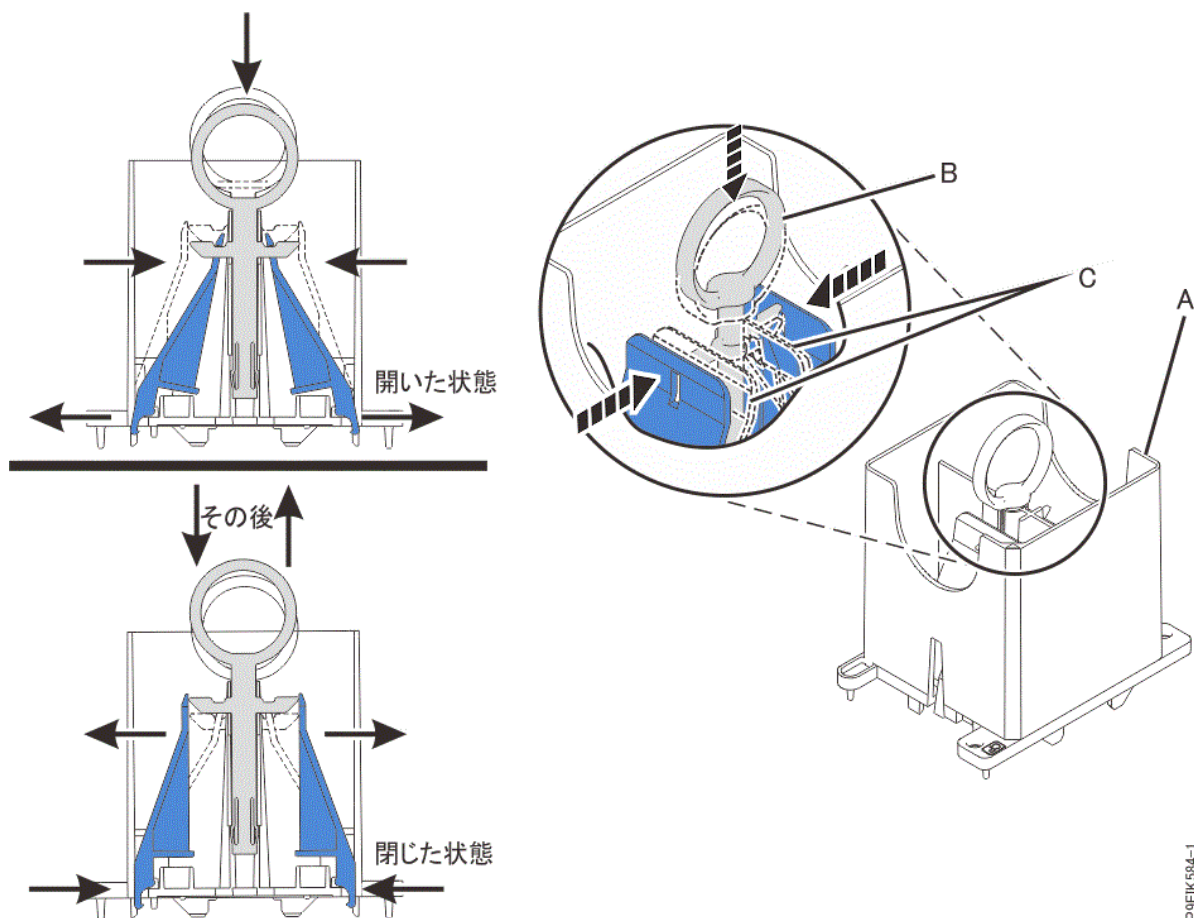

図 8. 取り出しツールがオープン位置にあることの確認
- a) 取り外しツール (A) がオープン位置になっていることを確認します (11 ページの図 8 を参照)。中間リング (B) を押し下げ、青色のタブ (C) を内側に向ける必要があります。